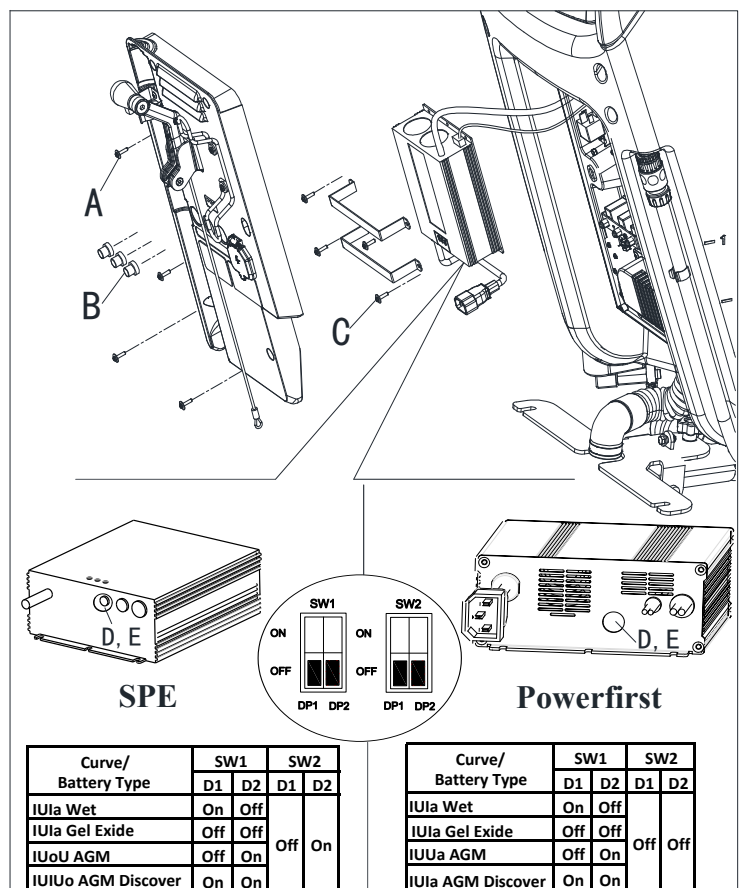

Abbildung 4.1
7. Entfernen Sie die Schrauben (A, B, C, Abbildung 4.1).
8. Öffnen Sie das Ladegerät und finden Sie das SW1 (E, Abbildung 4.1).
9. Stellen Sie die Schalter wie die Tabelle in (Abbildung 4.1) ein.
10. Setzen Sie die Schrauben (A, B, C, Abbildung 4.1) nach dem Einstellen ein.